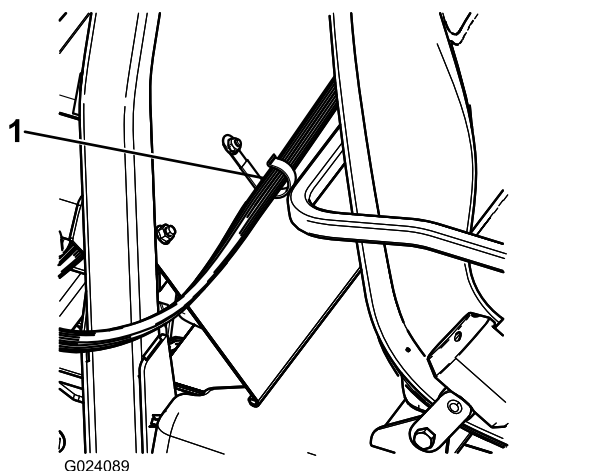

Figura 22
2. Monte um clipe J por detrás do banco do passageiro (Figura 22) utilizando um parafuso ($\frac{1}{4}$ pol. x $\frac{1}{2}$ pol.) e uma porca flangeada ($\frac{1}{4}$ pol.).
3. Prenda a cablagem da consola à consola e à cobertura do sistema de proteção contra capotamento utilizando grampos em forma de J (Figura 22).